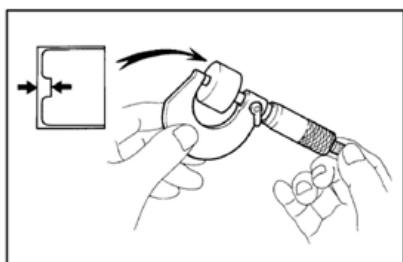

Рисунок II-35
12. Замерить толщину снятых стаканов при помощи микрометра. (см. Рисунок II-35)